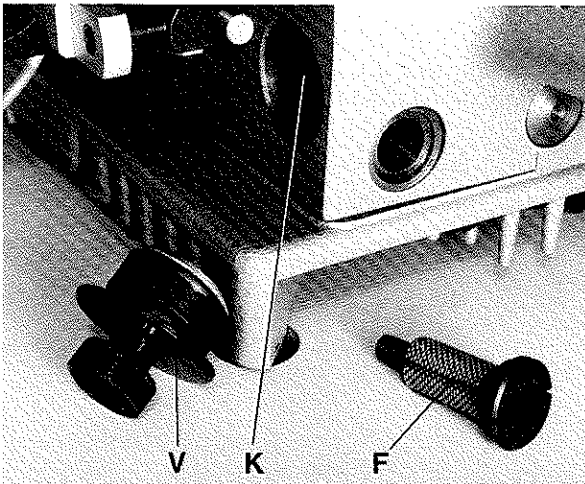

Fig.8
The oil filter (F, Fig. 8) has to be cleaned periodically in petroleum, according to its contamination. The oil filter can be removed by turning it counter-clockwise.
Chamber (K, Fig. 8) behind plug (V) has to be cleaned periodically, according to its contamination.
Der Ölfilter (F, Fig. 8) muß periodisch, je nach Verschmutzung in Petroleum gereinigt werden. Der Ölfilter kann durch Drehen im Uhrzeigersinn entfernt werden.
Die Kammer (K, Fig. 8) hinter dem Verschlusstopfen (V) muß periodisch, je nach Verschmutzung gereinigt werden.